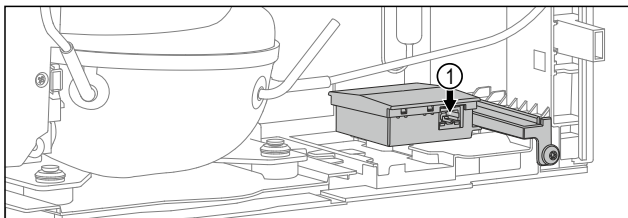

Fig. 46
- ❑ Ein Netzkabel ist angeschlossen. Fig. 46 (1)
- ▶ Netzkabel einstecken. Fig. 46 (1)